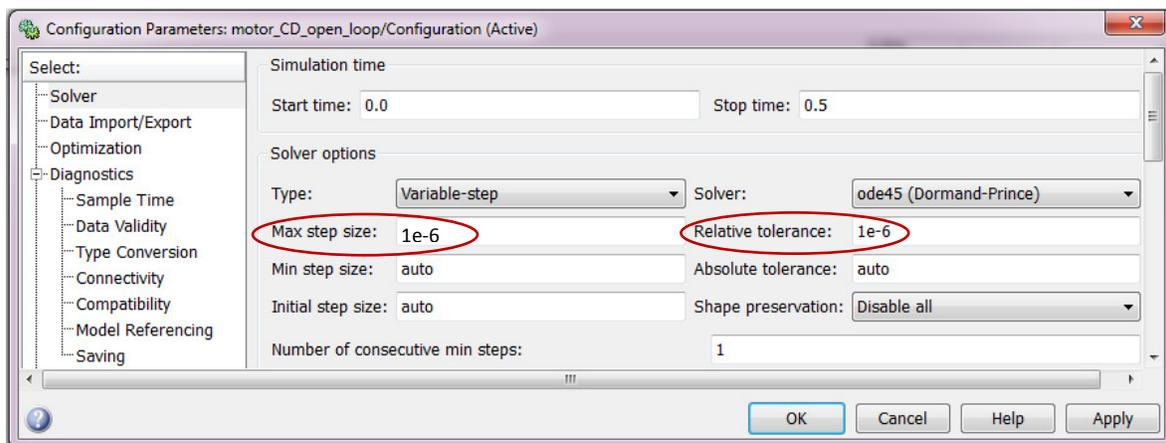

Figura 4.6.- Configuración de parámetros para la simulación del modelo detallado del PWM.
- ✚ **Observación:** Para realizar correctamente la simulación detallada se deben configurar los parámetros de simulación de acuerdo a la figura 4.6, es decir, se debe disminuir el paso de integración y aumentar la precisión de la simulación.